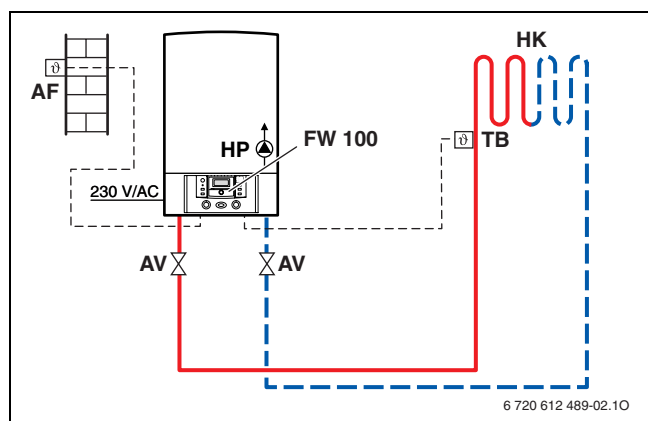

Bild 10 Beispiel mit witterungsgeführtem Regler FW 100 und Fußbodenheizung bis 1000 l/h
- Einsatz einer hydraulischen Weiche bei sauerstoffdichtem Rohr: bei Fußbodenheizungen mit einer Wassermenge unter 1000 l/h kann die hydraulische Weiche wie in Bild 10 entfallen (siehe dazu auch Merkblatt für Fußbodenheizungen 7 181 465 172).